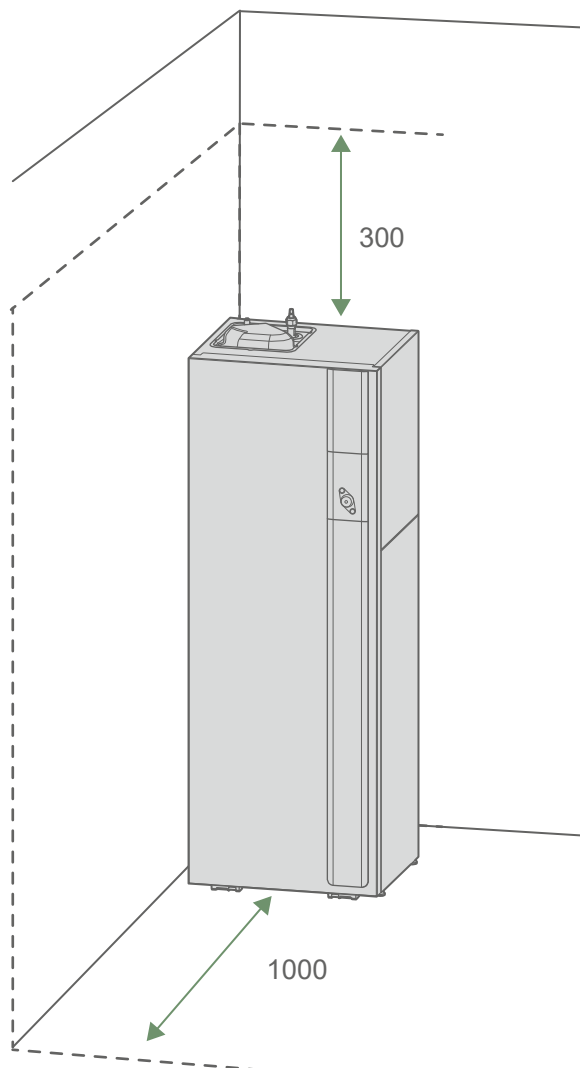

fig. 18 - Minimale vrije ruimte rond de binnenunit voor onderhoud
- Tijdens de werking kan er water uit de buitenunit lopen. Installeer het toestel niet op een terras, maar geef de voorkeur aan een afgevoerd gebied (grindbed of zand). Als de Installatieruimte wordt uitgevoerd in een gebied waar de temperatuur lange tijd onder 0°C kan liggen, controleer dan of de aanwezigheid van ijs geen gevaar oplevert. Het is ook mogelijk om een afvoerleiding aan te sluiten op de condensafvoer (optie) („Afb. 18 bladzijde 17).
- Om onderhoudswerkzaamheden te vergemakkelijken en toegang tot de verschillende onderdelen mogelijk te maken, is het raadzaam om voldoende ruimte rondom de binnenunit ( ) te bieden fig. 18.